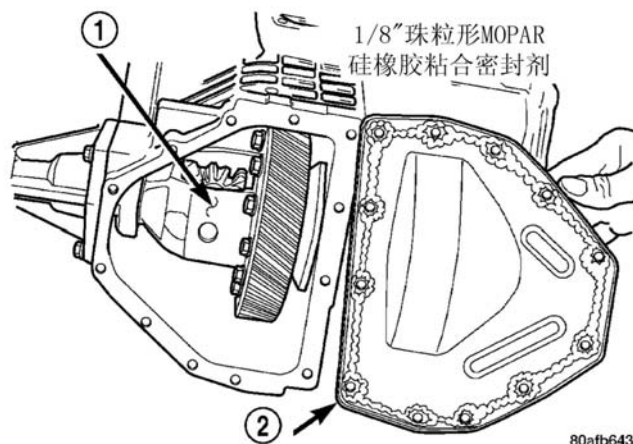

图 206 安装差速器盖
(17)施加珠粒形 Mopar[®]硅橡胶粘合密封剂至差速器盖并将盖安装到壳体（图 206）。